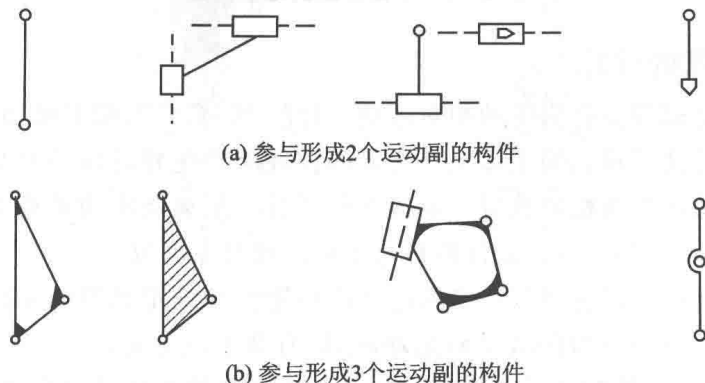

图 1-1 构 件
① 构件:参与形成 2 个运动副的构件、参与形成 3 个运动副的构件,如图 1-1 所示。